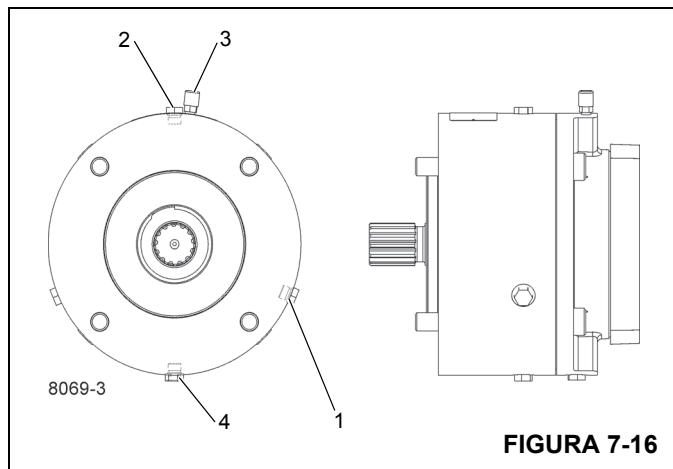
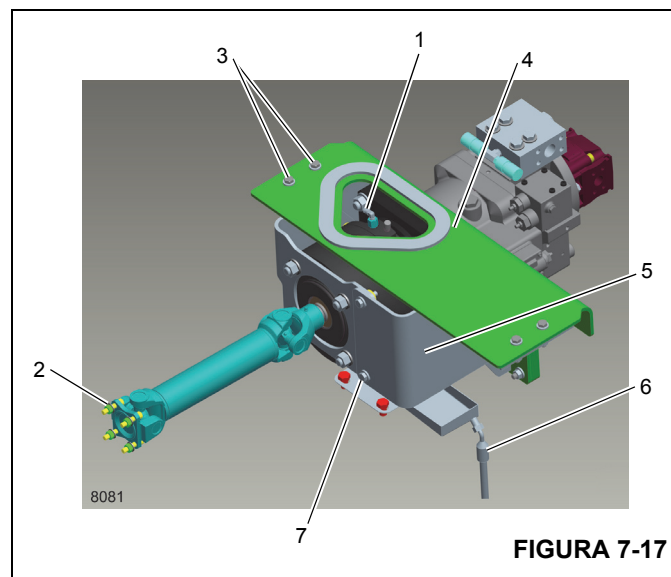

FIGURA 7-16
FIGURA 7-17
1. Remova a tampa de acesso (5, Figura 7-17).
2. Abra o bujão de inspeção (1, Figura 7-16) e verifique se o óleo está nivelado com a parte inferior das roscas.
3. Se necessário, remova o bujão de enchimento (2) e adicione óleo hidráulico até estar nivelado com a parte inferior das roscas do bujão de inspeção.
4. Reinstale a tampa de acesso (5, Figura 7-17) e prenda com as peças de fixação (7). Consulte *Elementos de fixação e valores de torque*, página 1-14.
Ao fazer a troca de óleo, coloque um recipiente adequado sob a mangueira de drenagem (6, Figura 7-17) antes de remover o bujão do dreno (4, Figura 7-16). Remova e limpe o respiro (3) e inspecione e limpe o bujão de dreno magnético (4) para ver se há contaminação ou partículas antes da reinstalação. Para mais informações, consulte *Lubrificação*, página 9-1.
2. Despressurize o sistema de ar e desconecte a linha de ar da embreagem (1, Figura 7-17) da mesma.
3. Remova os parafusos, as porcas e as arruelas (2) que conectam o sistema de transmissão PTO ao motor. Remova o sistema de transmissão.
8. Remova os quatro parafusos, porcas e arruelas (3, Figura 7-17) fixando o suporte de montagem da embreagem (4) à estrutura.